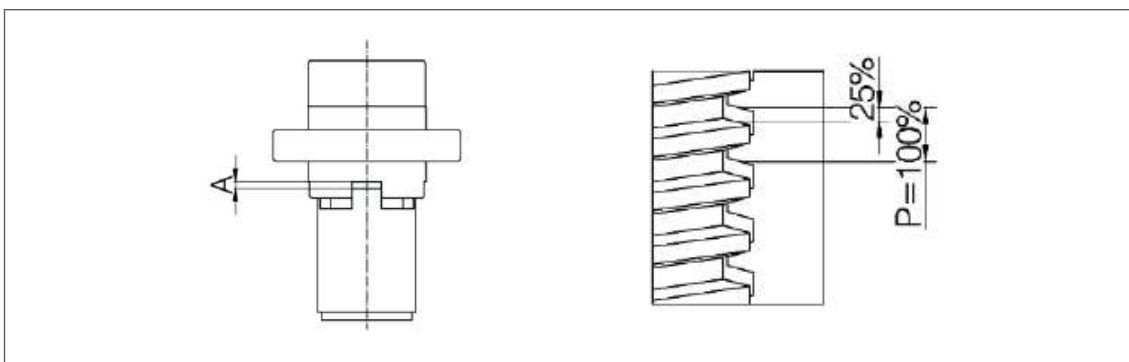

Рис. 20: Предохранительная гайка SIFA: размер „А“ для сравнения при проверке на износ
Измерьте размер „А“ и запишите его (см. рис. 20). Этот зазор, замеренный в новом состоянии, служит для сравнения при дальнейшей эксплуатации и необходим для последующей оценки износа (см. главу 7.1.1., стр. 25).
- 3. Если установлена предохранительная гайка SIFA: проверьте износ, как показано на рис. 20.